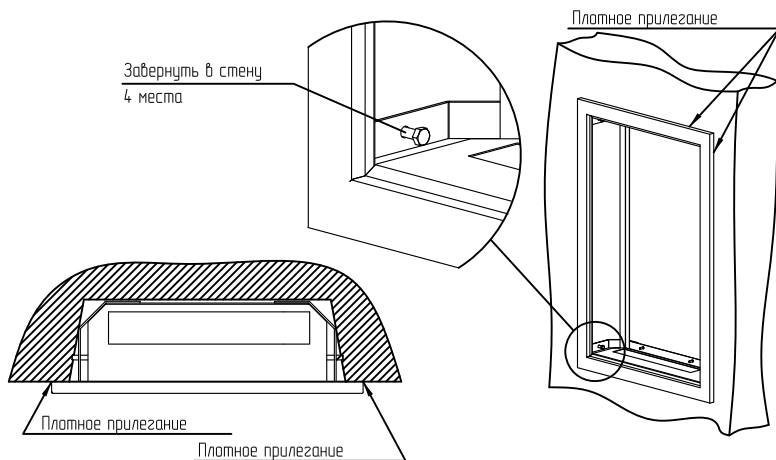

Рисунок 7
3.1 Вставьте корпус в нишу жилого здания. Края отбортовки фасадной рамки корпуса должны плотно прилегать к стене (рисунок 7).